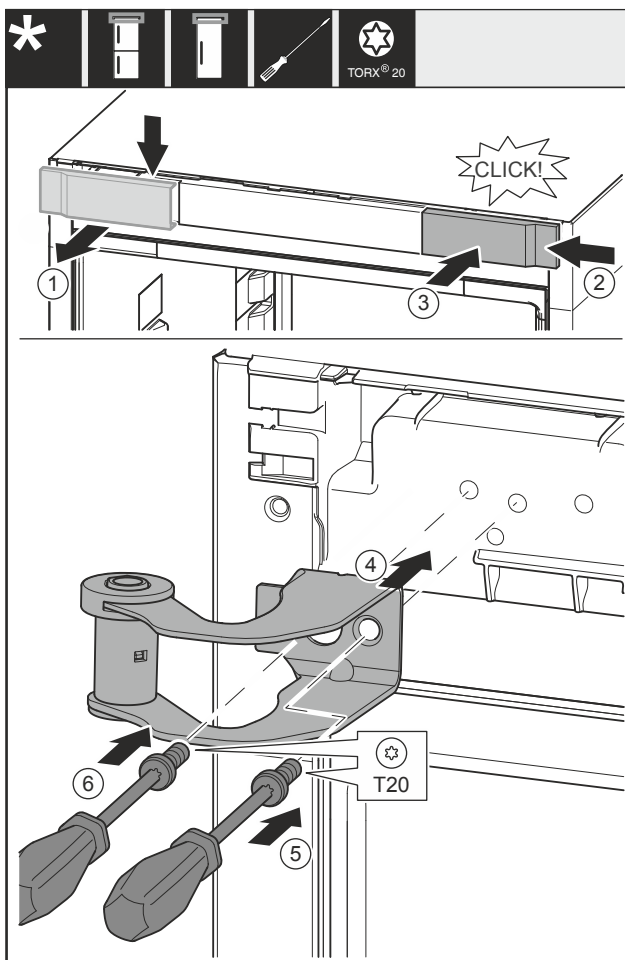

Fig. 14
- Rimuovere la copertura Fig. 14 (1) dall'alto in avanti.
- Agganciare da destra la copertura Fig. 14 (2) ruotata di 180° sull'altro lato.
- Innestare la copertura Fig. 14 (3).
- Applicare la staffa di supporto superiore Fig. 14 (4).
- Stringere la vite Fig. 14 (5).
- Stringere la vite Fig. 14 (6).